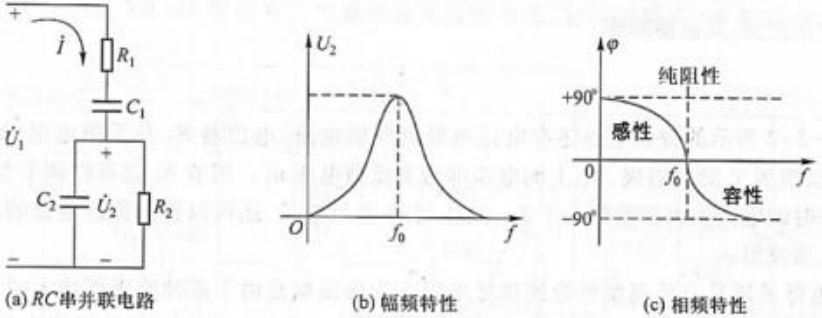

图1 RC串并联选频网络及其性能特点
1. RC串并联选频网络及其性能特点如图1所示。
- ①具有选频特性,谐振频率 $f_0=\frac{1}{2\pi RC}$ 。
- ②谐振时输出电压最大,输出电压 $U_o=\frac{u_i}{3}$ 。
- ③谐振时输出电压与输入电压同相位,即输入电压与输出电压的相位差。